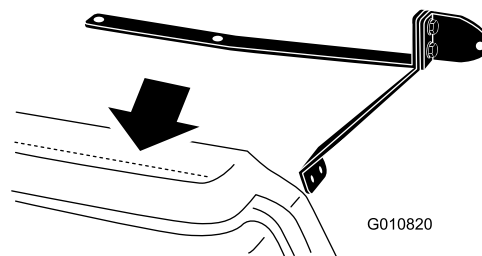

図 4
3. ダッシュボードに引いた線の上に、上側ブラケットを位置決めする 図 4。